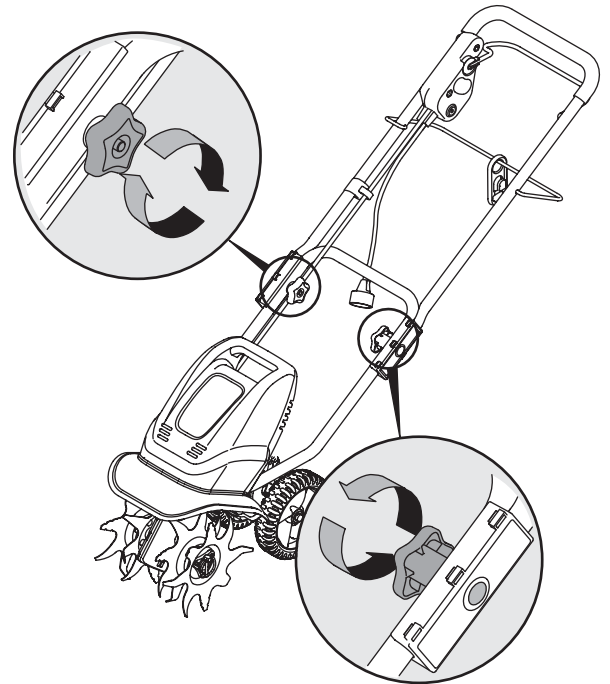

Fig. 2
3. Maintenez le guidon en place lorsque vous vissez les écrous sur les boulons (Fig. 2).